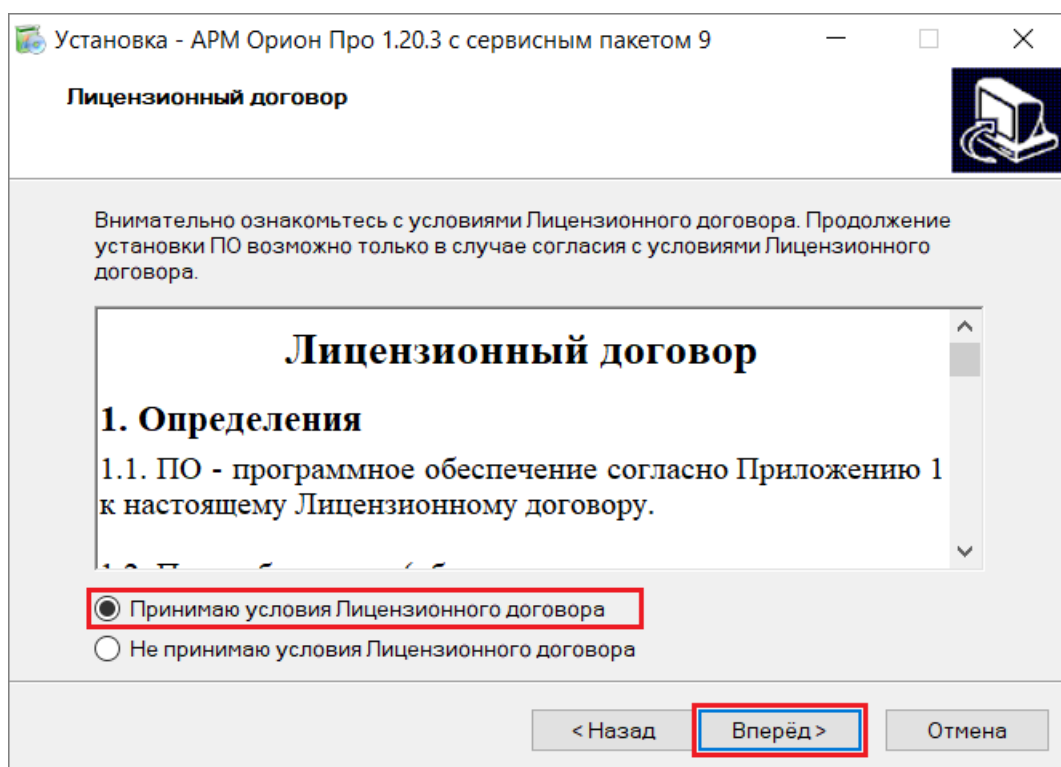

Рисунок 2-4 Принятие условий Лицензионного договора и продолжение установки ПО
- 4) Продолжение установки ПО возможно только при условии согласия с условиями Лицензионного договора. Определителем согласия или несогласия с принятием условий Лицензионного договора является установка флага слева от вариантов выбора «Принимаю условия Лицензионного договора» и «Не принимаю условия Лицензионного договора» (вариант, отмеченный по умолчанию), размещенных под полем с текстом Лицензионного договора. При несогласии с условиями Лицензионного договора нажмите кнопку «Отмена»: процесс установки ПО будет прерван (без принятия условий Лицензионного договора установка каких-либо из компонентов ПО невозможна, в этом случае кнопка продолжения работы с Мастером установки «Вперед» неактивна). При согласии с условиями Лицензионного договора установите флаг слева от варианта выбора «Принимаю условия Лицензионного договора» и нажмите кнопку «Вперёд» (см. Рисунок 2-4) для продолжения работы с Мастером установки ПО;